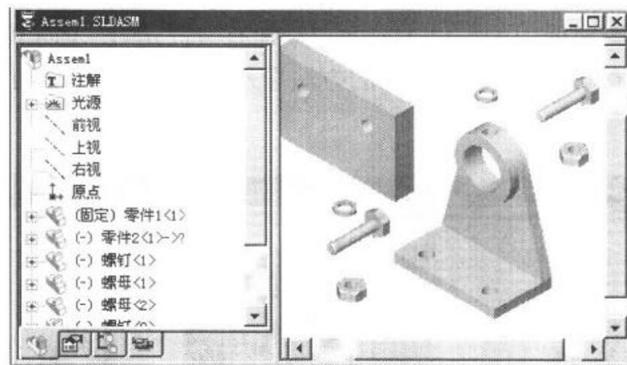

图1-7 用资源管理器导入零件之二
- (3) 用同样的方法导入螺母、垫圈。结果如图1-7所示。